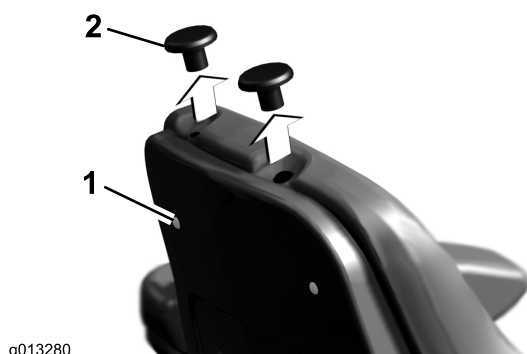

Figura 1
2. Desaperte os dois parafusos que prendem a almofada do banco ao encosto do banco (Figura 1).
1. Parafusos (2)
2. Velas (2)
3. Retire as duas velas dos furos na parte superior da almofada do banco (Figura 1). Se as velas não puderem ser facilmente removidas da parte superior do banco, desaperte um pouco mais os dois parafusos do encosto do banco.